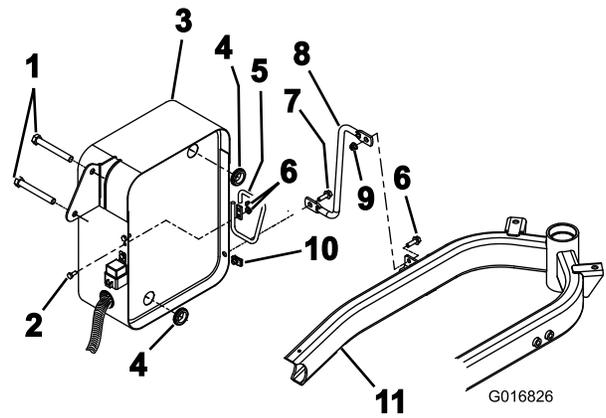

Figure 4
- Placez les 2 bagues en caoutchouc sur l'arrière du support du refroidisseur d'huile (Figure 4).
- Montez le renfort métallique en fixant l'extrémité supérieure au cadre et l'extrémité inférieure au support de vérin au moyen de 2 boulons à tête hexagonale à embase (5/16 x 1 po), d'un écrou à embase (5/16 po) et d'un écrou Tinnerman (Figure 4).
**Remarque:** Si vous avez un kit trois roues motrices, le renfort métallique doit être inséré entre les 2 flexibles hydrauliques. Montez également un support métallique pour flexible sur le côté du support du refroidisseur d'huile au moyen de 2 boulons à tête hexagonale (1/4 x 5/8 po) et 2 écrous hexagonaux à embase (1/4 po) pour permettre le passage des 2 flexibles (Figure 4).